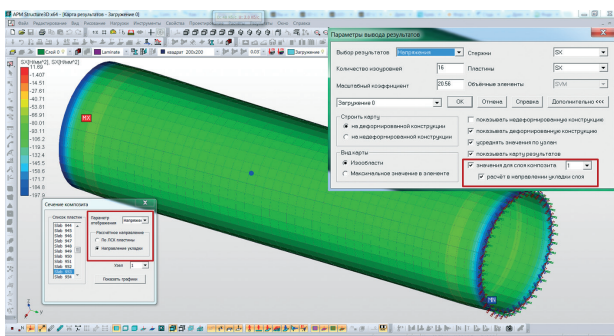

Рис. 17. Демонстрация напряжений в направлении укладки слоя, выбранного пользователем
- реализован вывод послойных значений напряжений и деформаций (рис. 17) (предыдущая версия показывала значения только для верхней, нижней, а также средней поверхности);